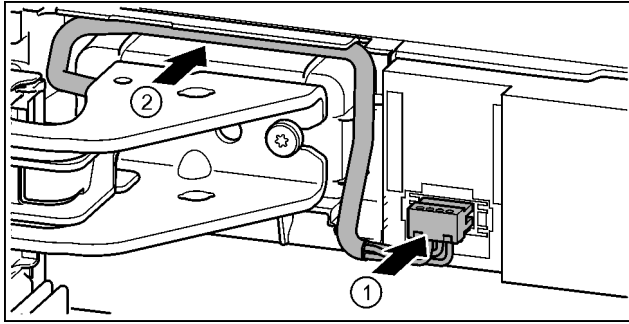

Fig. 37
- ▶ Stecker über oberen Lagerbock einrasten und Kabellitzen vorsichtig in Kanal legen. Fig. 37 (1)
- ▶ Graues Kabel vorsichtig in der Führung über dem oberen Lagerbock verlegen. Fig. 37 (2)